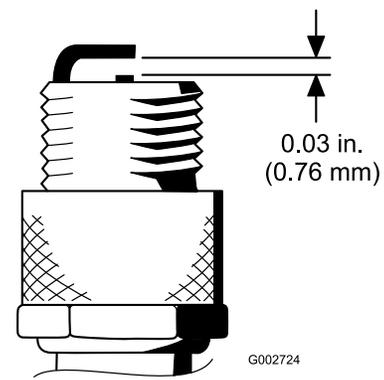

Figura 48
4. Ajuste el hueco entre los electrodos central y lateral a 0,76 mm (Figura 48).